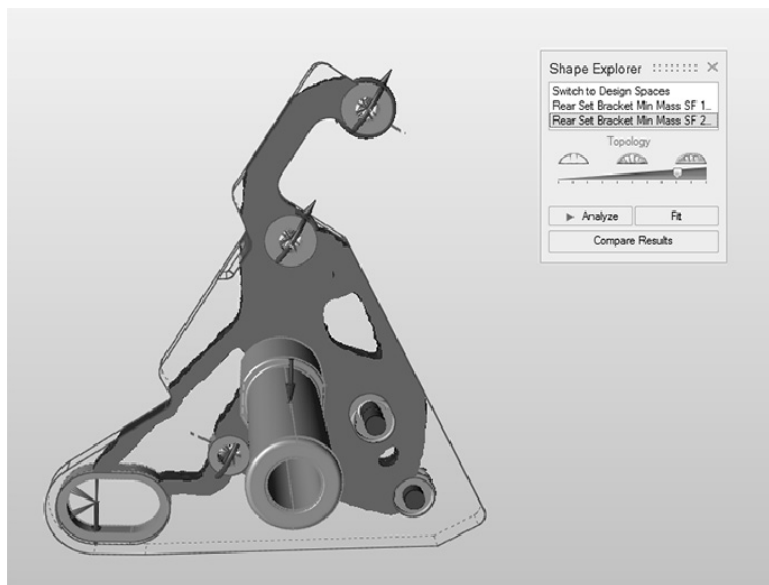

图 7-25
2) 选择最小质量安全系数 2.0 备选方案，此时得出最小安全系数为 2.0 时的优化结果，如图 7-25 所示。